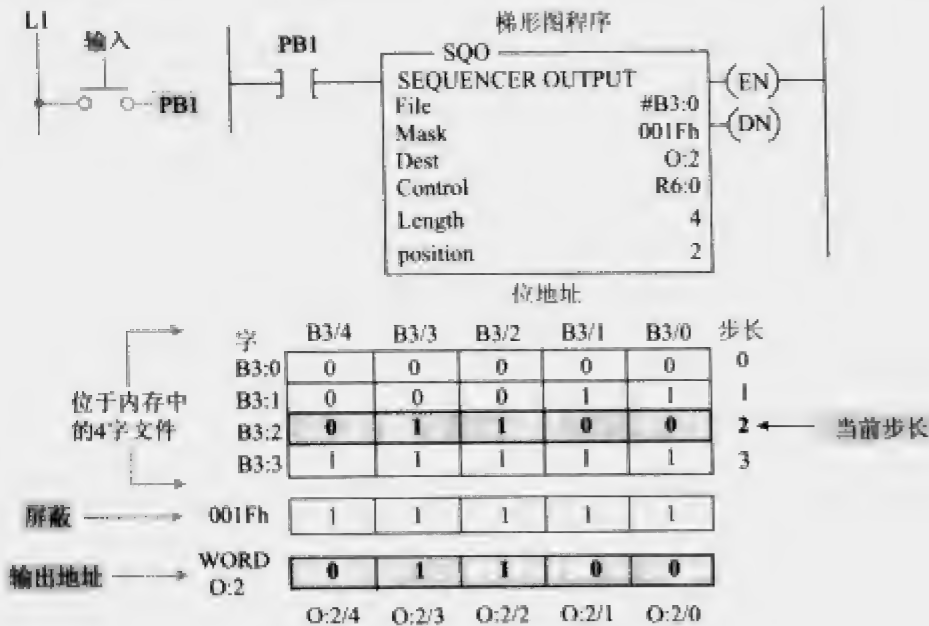

图 12-10 典型的顺序器输出指令
图 12-10 所示为一个顺序器输出 (SQO) 指令的典型样式。一条单独的指令确定了输出模式数据的存储位置 (文件 #B3:0), 输出数据的目的地址 (字 O:2) 和顺序器步的长度或数量 (4)。这个指令也管理和跟踪当前顺序器的位置。每当指令前面的条件状态逻辑由假变为真时, 顺序器就会增加到下一步。当顺序器文件的传送完最后一个字, 完成位置位, 下一次上升沿到来时指令复位到第一步。启动时, 当处理器从程序模式变为运行模式时, 顺序器的操作取决于初始扫描周期梯级为真或假。当有效的真输入启动了顺序器指令, 顺序器就会在 0 位置, 当输入为假时顺序器就在 1 位置。